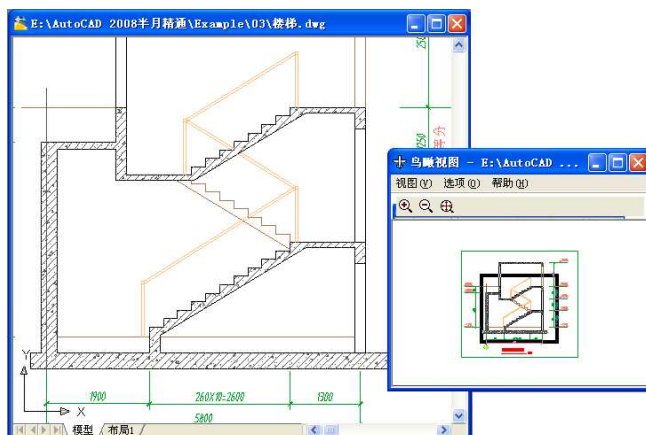

图 3-7 使用鸟瞰视口观察图形
- [4] 将矩形框移动到图形中需要观察的部位，按住鼠标左键不放并拖动，调整矩形框的大小，此时在当前视口中显示所框选的视图，满意后单击鼠标右键确认，如图 3-7 所示。